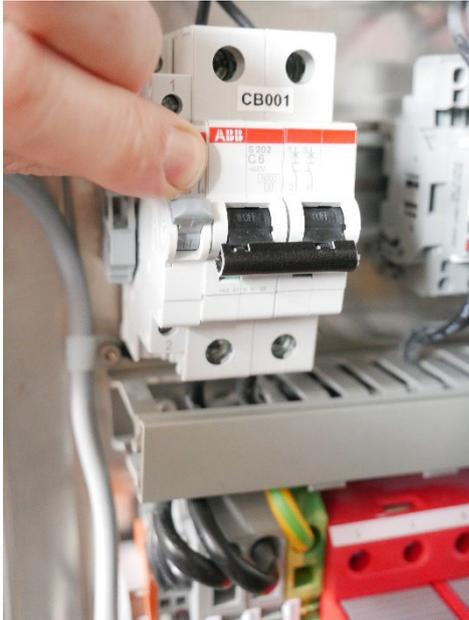

Abbildung 11 Schalterstellung nach oben, für USV „angeschaltet“
- ⇒ Bei einem optional eingebautem USV-System den Schalter zum Aktivieren der USV-Funktion vor der elektrischen Installation anschalten (siehe Abbildung 11).